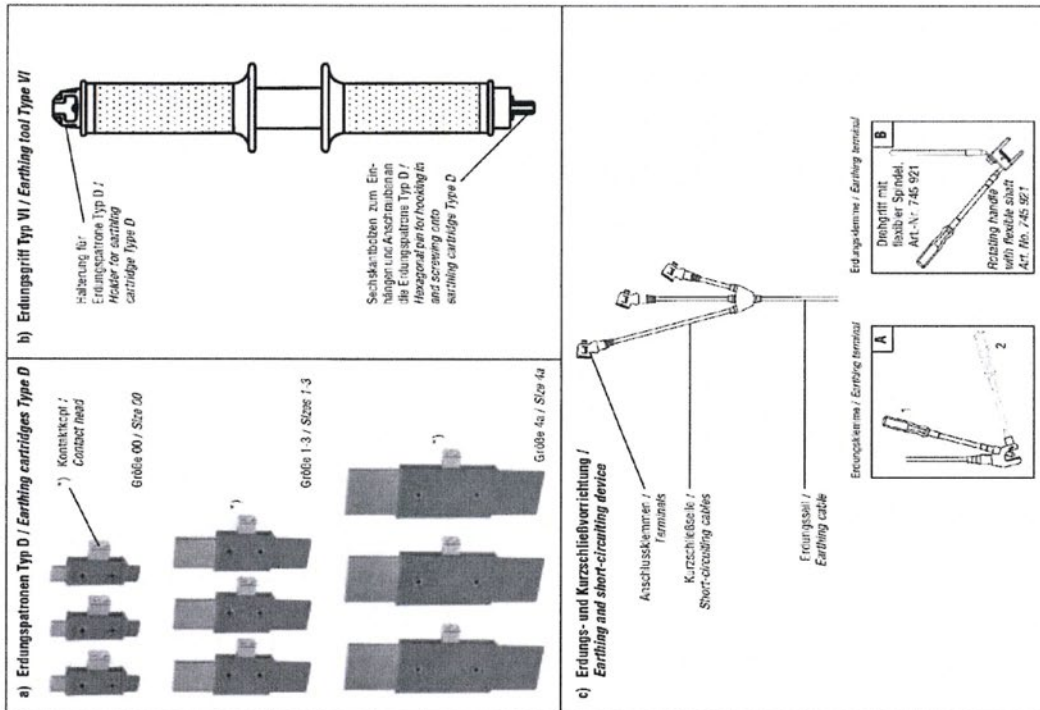

Bild 1a / Figure 1a
- 2.3 Erdungspatronen, **Typ D (a)**, am Erdungsgriff **Typ VI (b)** mittels der Halterung arretieren und in die freien Sicherungsunterteile der Außenleiter (Metallmesser an dem spannungsfreien Kontakt des Sicherungsunterteiles) eindrücken (**Bild 1a und 1b**).